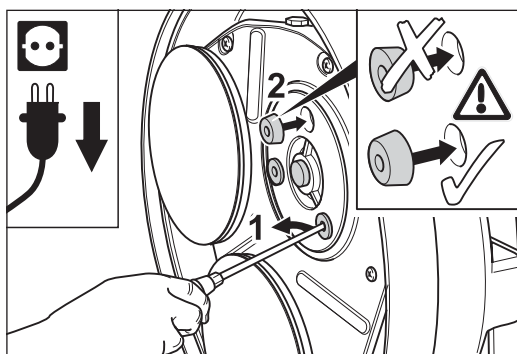

Abb. 111 Die Gummilager mit einem Schraubendreher aus der Tellerriemenscheibe hebeln (1).
- 3 Hebeln Sie mit einem Schraubendreher die Gummilager aus der Tellerriemenscheibe (Abb. 111, 1).
Beachten Sie dabei die richtige Einbaulage! Der größere Durchmesser der Gummilager muss zuerst in die Tellerriemenscheibe eingeführt werden (Abb. 111, 2)!